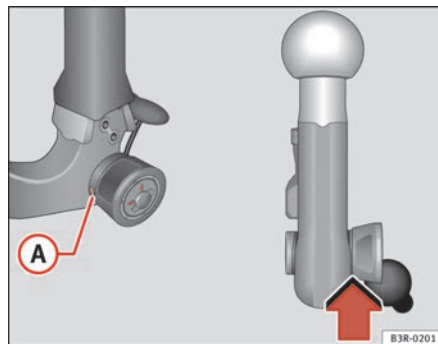

Fig. 162 Dispositivo di traino asportabile
- Controllare che il contrassegno verde **A** ⇒ fig. 162 della rotella si trovi in corrispondenza del contrassegno nero sul gancio.